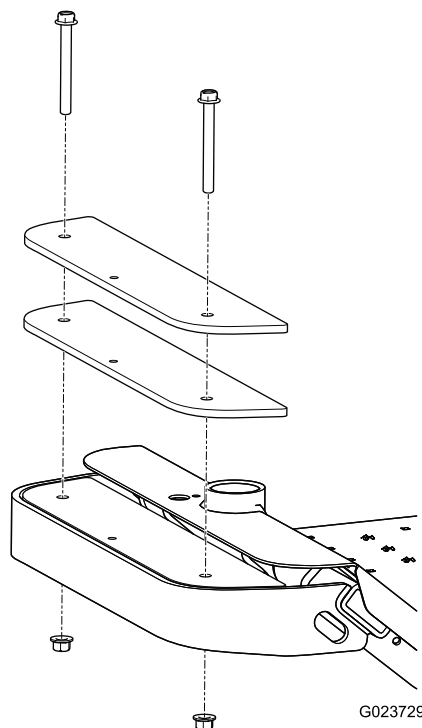

Figura 13
1. Rimuovete i due bulloni e i due dadi che fissano le zavorre presenti nella parte anteriore della macchina (Figura 13).